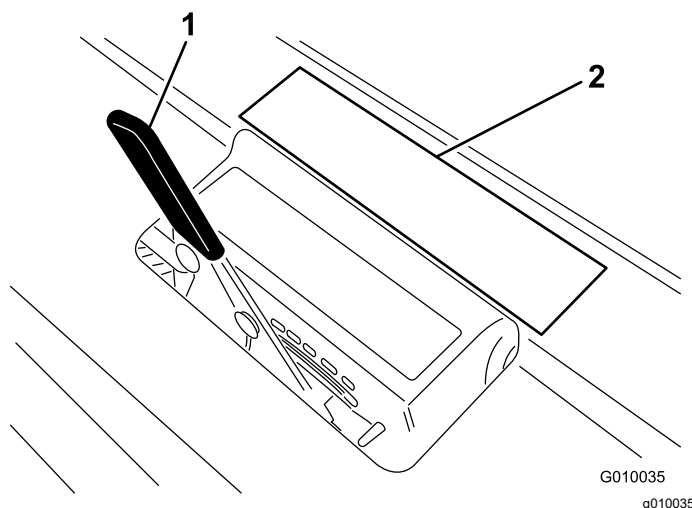

Figure 16
3. Placez le louchet sur l'autocollant de profondeur d'aération (Figure 16), une extrémité en face de la profondeur voulue (voir le modèle de louchet sur l'autocollant).